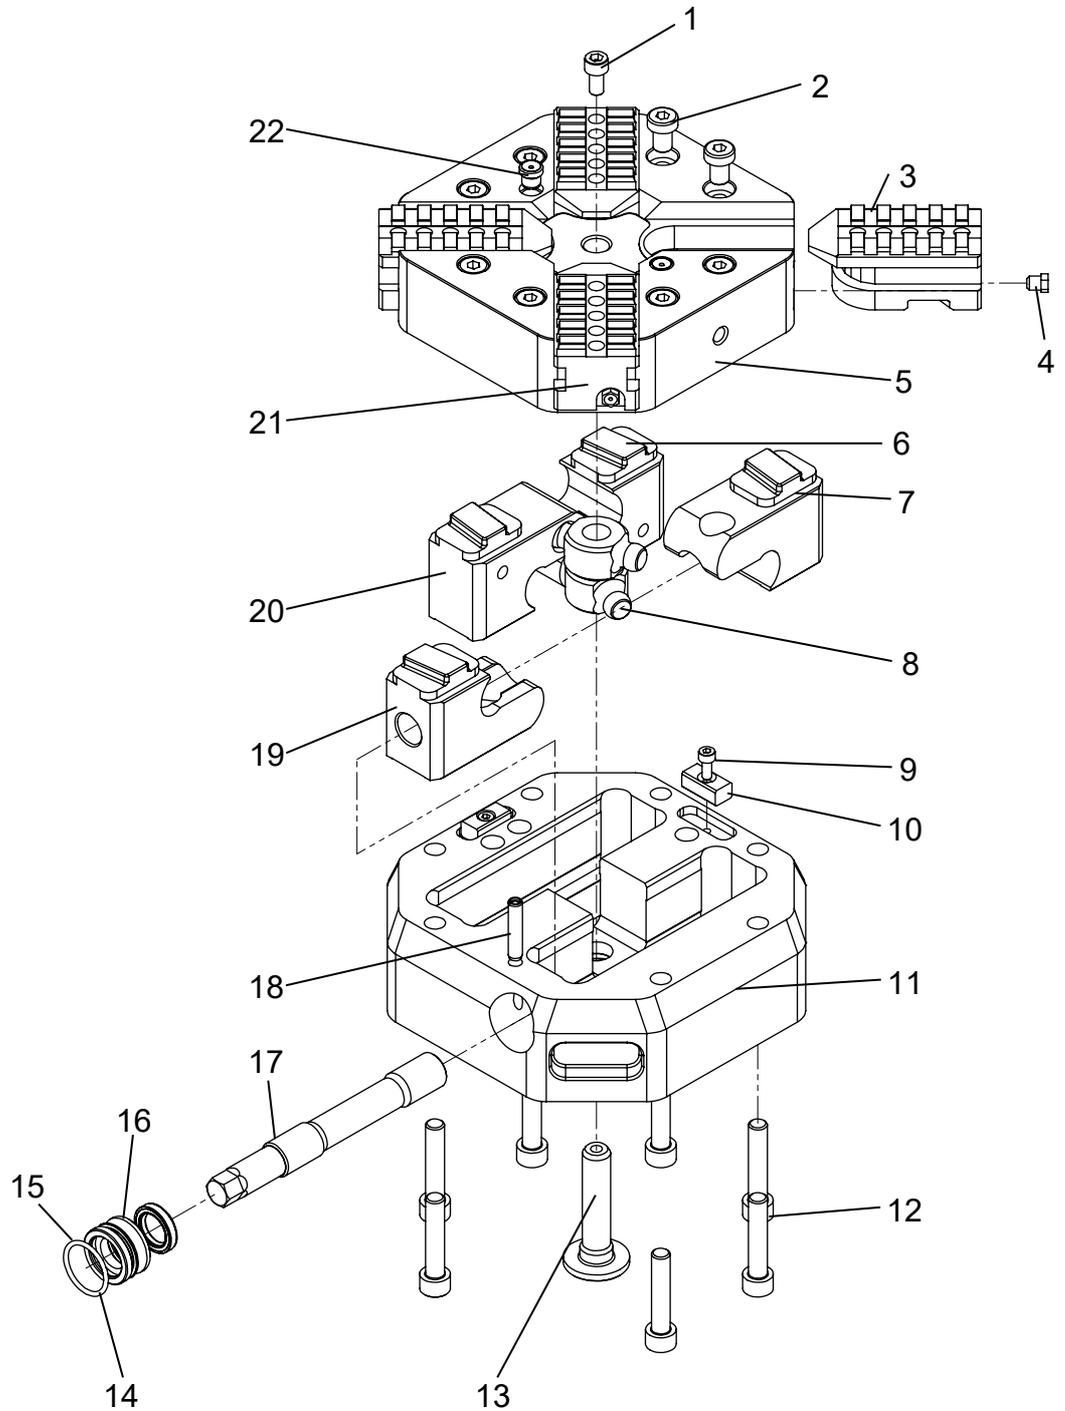

Fig. 8-1 : Pièces de rechange InoFlex® VF016 à VF026
Étape 1 Recherchez la pièce de rechange souhaitée dans la figure 8-1.